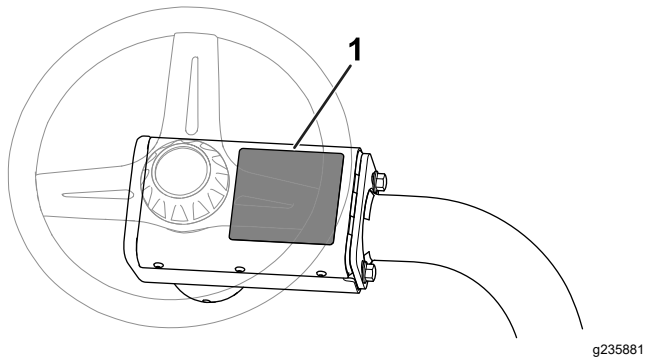

Bild 9
- Überkleben Sie den vorhandenen Warnaufkleber (Bestellnummer 136-8506 mit dem CE-konformen Warnaufkleber (Bestellnummer 136-8505) an der Maschine. Bild 9 zeigt die Position des Warnaufklebers.